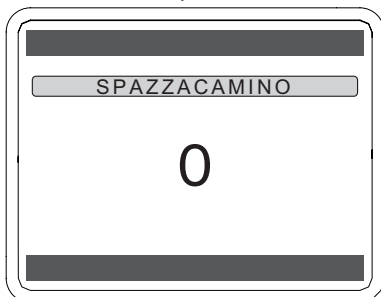

Figura 7.16
- Premere il tasto (✓) per confermare Figura 7.16 e, utilizzando il tasto (∨) o (∧) impostare il valore a "0" (Spazzacamino non attivo).